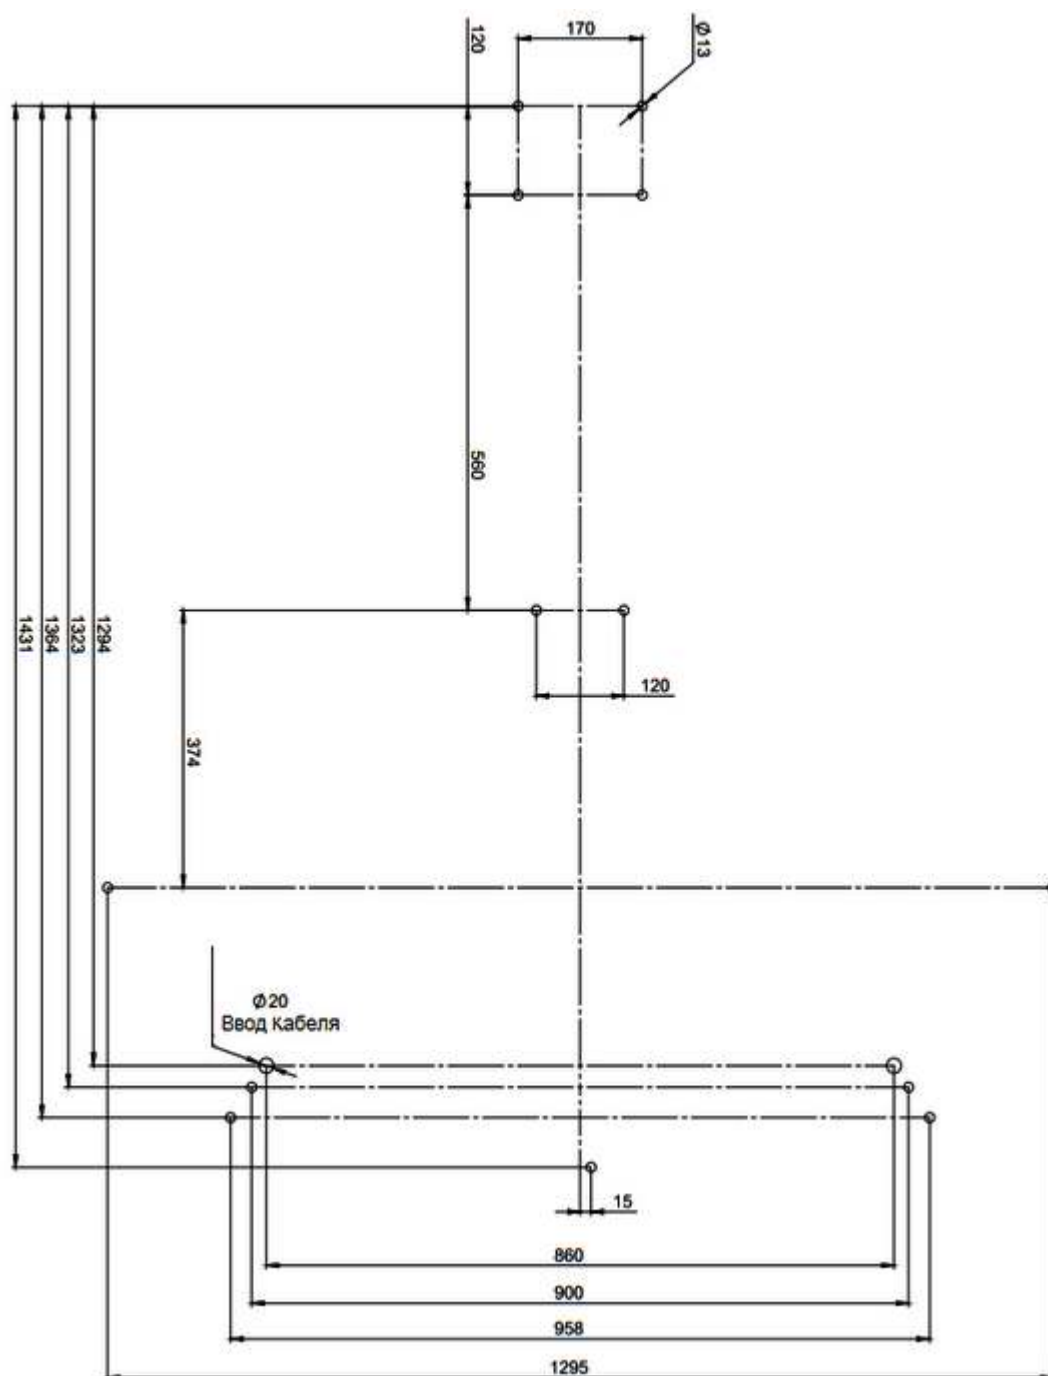

Рисунок 4 – Шаблон для установки турникета
4.2.4 Рисунок 4 – по установочным размерам, подготовьте 9 отверстий диаметром 18 мм в полу под анкера крепления стойки турникета глубиной 80 мм.